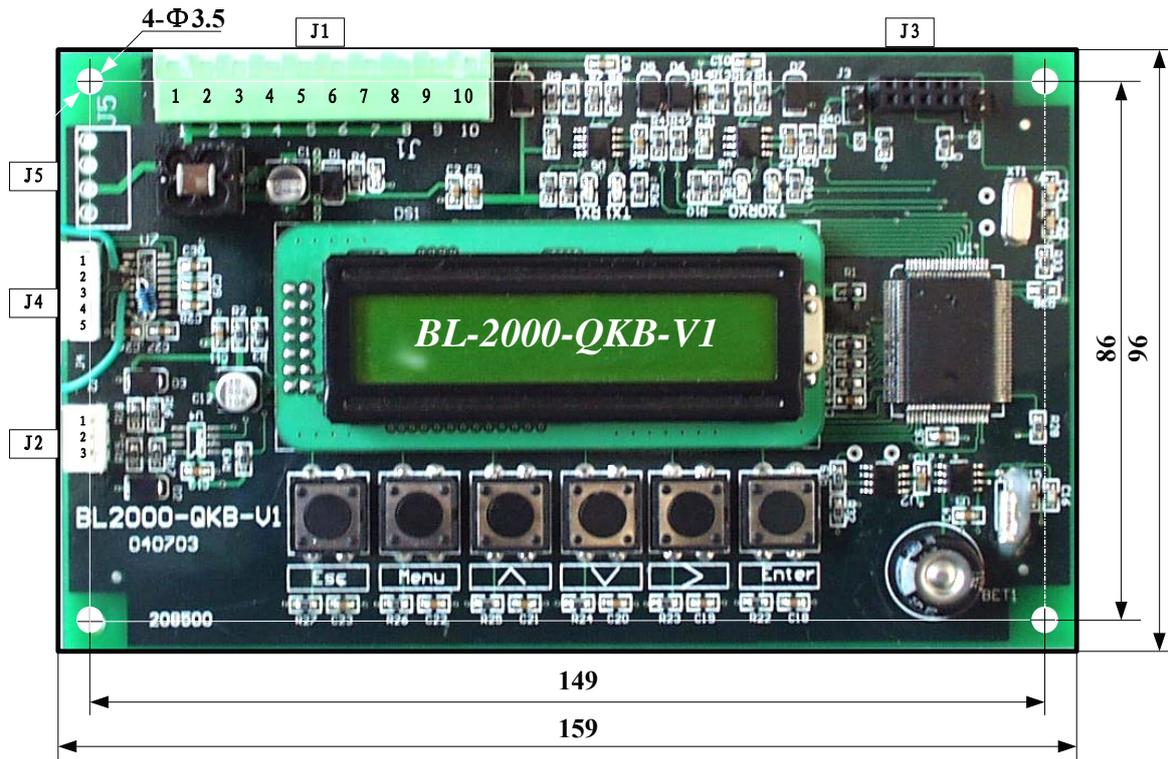

图 3-3-6 群控电脑板 BL2000-QKB-V1 外形及平面安装尺寸
- (1) 群控系统由群控电脑板 BL2000-QKB-V1 和分布于各台电梯的电脑板 (BL2000-xxx) 组成。群控电脑板通过 CAN 总线串行通讯方式(图 3-3-6-1)实时采集各台电梯的外召、内选及状态信息,经群控电脑板智能化处理后,将调配命令分配给各台电梯,实现 8 台 64 层以下电梯的群控控制。
- (2) 四种运行模式